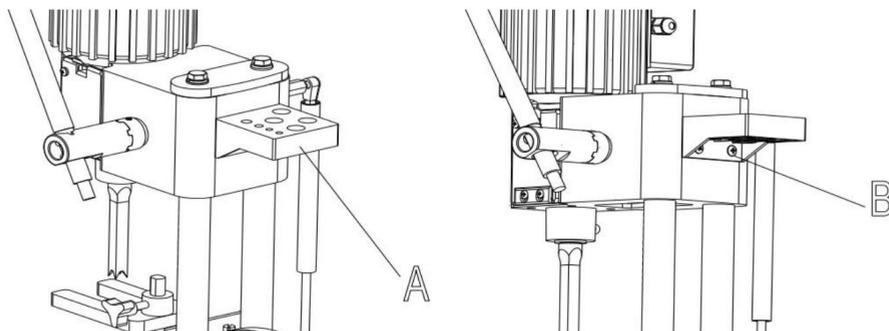

Fig8
1. Assemblez l'outil et le porte-burin (A) Fig8, sur le côté de la colonne à l'aide des deux Vis M6x1x25mm (B) et rondelles plates M6 comme indiqué.